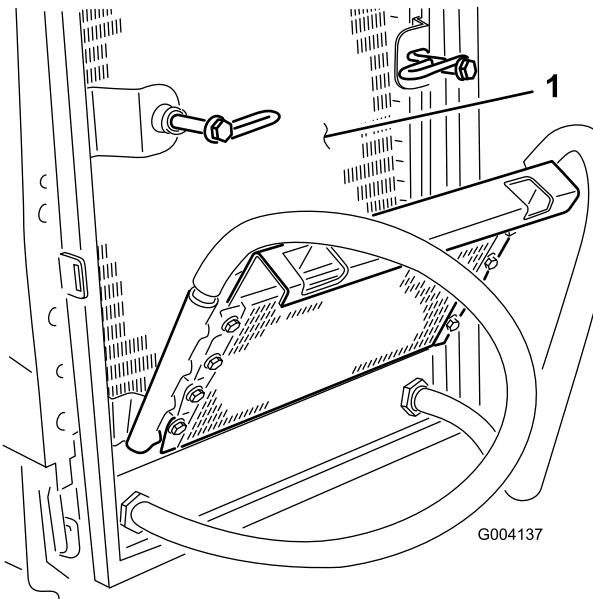

Bild 62
6. Reinigen Sie beide Seiten des Ölkühlers und des Kühlers gründlich mit Druckluft (Bild 62).